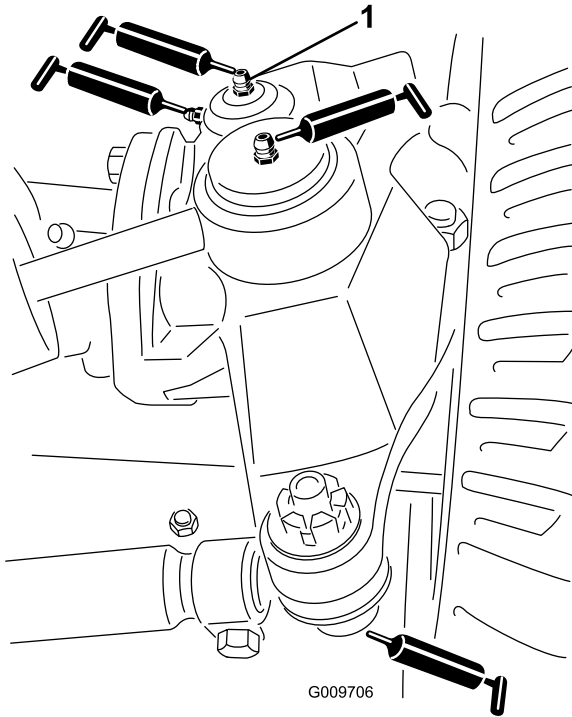

图 45
- 转向油缸球窝接头2个如图45所示
- 横拉杆球窝接头2个如图45所示
- 主销轴套2个如图45所示